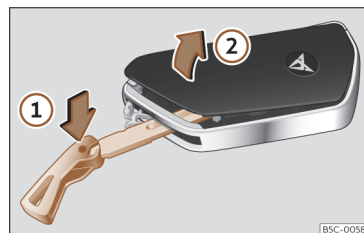

Fig. 69 Chave do veículo: abrir a tampa do compartimento da pilha.
- Introduza o palhetão na ranhura >>> Fig. 69, pressione no sentido da seta ① e solte a tampa fazendo alavanca ②.